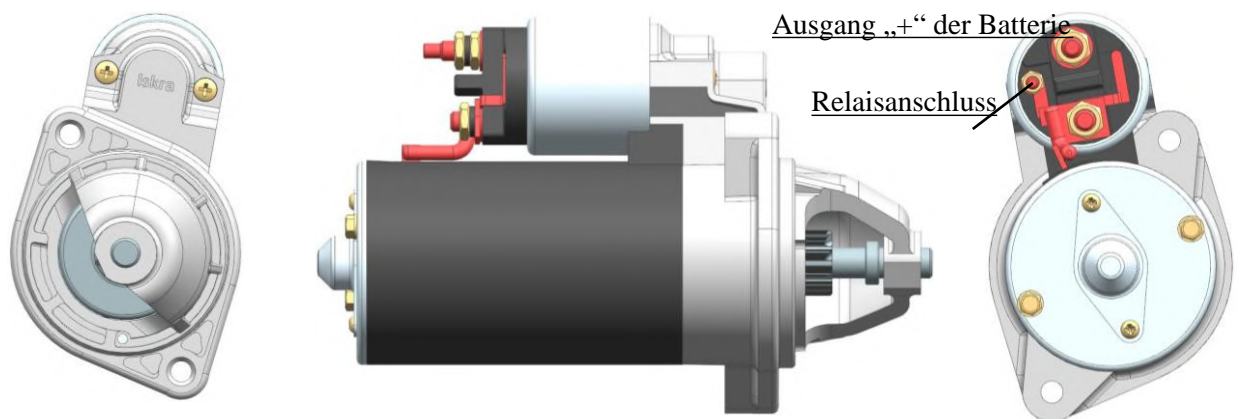

Abb. 75. Anlasser 405.3708000-01 (11.131.568) GmbH „Pramo-Elektro“
- 405.3708000-01¹⁾ (11.131.568) OOO „Pramo-Elektro“ (Abb. 75);